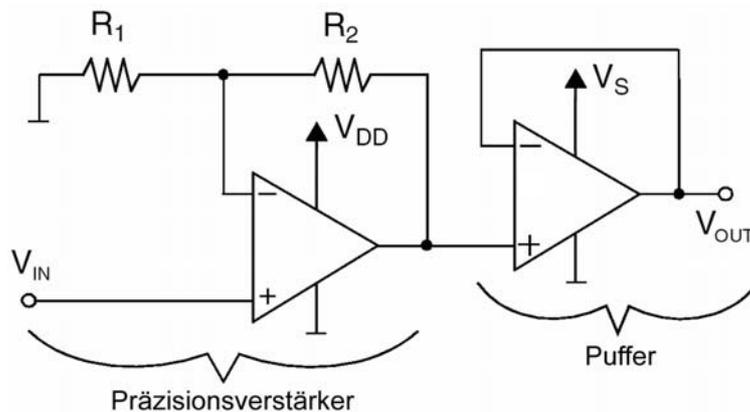

Abb. 5.32 Impedanzwandler im Einsatz (Anwendungsbeispiel; nach Microchip).
Dieser Fachbegriff besagt, daß ein als Impedanzwandler (also mit Gegenkopplungsfaktor 1) gegengekoppelter Verstärker nicht ins Schwingen gerät. Abbildung 5.32 zeigt ein typisches Praxisbeispiel.
- b) Stabiler Verstärker (unity gain stable). Der einzelne Überschwinger am Anfang ist zulässig. Sonst schwingt nichts. Kann z. B. in der Schaltung von Abbildung 5.32 eingesetzt werden.